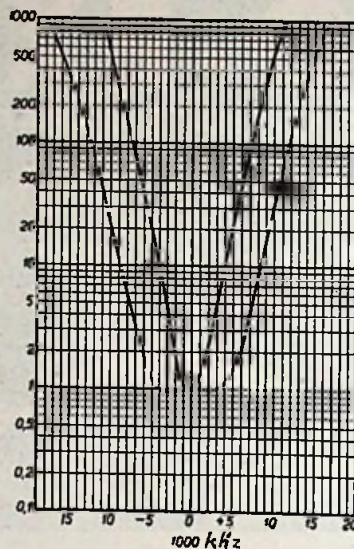
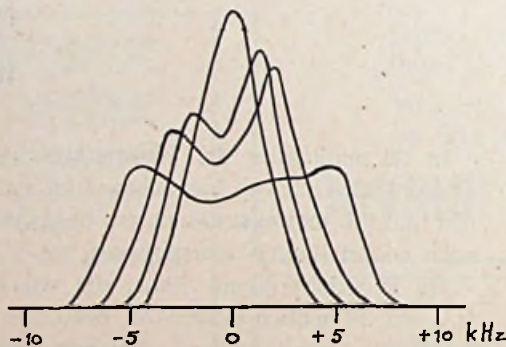

Fig. 1.
Fig. 2.
mee men zulk een nauwkeurig te bepalen ingangssignaal kan geven. In fig. 1 zijn de krommen weergegeven, welke volgens de beschreven meetmethode worden ver-
Men ziet uit fig. 1, dat de bandbreedten van 8 en 15 kHz, die de opgegeven grenzen vormen van de bandbreedte-regeling, corresponderen met de sterkteverhouding 10. Men kan n.l. nu ook zeggen, dat de uiterste doorgelaten modulatiefrequenties van 4 en 7.5 kHz bij de twee uiterste instellingen 10-voudig verzwakt zullen zijn tegenover de lage tonen.
In dit verband is het zeer belangwekkend, eens ter vergelijking hier naast te stellen de krommen van fig. 2, waar wij voor hetzelfde toestel een beeld laten zien van een viertal verschillende bandbreedte-instellingen, zooals dat beeld zich vertoont op het scherm van een kathodestraaloscillograaf. Hierbij kan aan het toestel een ongemoduleerde input worden toegevoerd, waarbij alleen door een snel draaienden trimmercondensator de toegevoerde frequentie voortdurend over een vrij breeden band ter weerszijden van de afstemfrequentie wordt gewijzigd. De krommen geven de spanningen aan den diodedetector weer, waarbij hier voor elke bandbreedte-instelling in eens een volledig beeld van de bandfilterkromme ontstaat.
Afwijkingen, zoals fig. 2 laat zien, schijnen, voor zoover wij op het gehoor kunnen oordeelen, voor de weergave intusschen niet merkbaar te schaden.
Overigens terugkomende op hetgeen wij zeiden naar aanleiding van fig. 1, is het opvallend, dat fig. 2 zoo precies de kleinste bandbreedte van 8 en grootste van 15 kHz in het licht doet treden en niet de ver uitlopende „voeten” der krommen van fig. 1 laat vermoeden. Daarbij is in aanmerking te nemen, dat
in fig. 1 de sterkteverhoudingen op logaritmische schaal zijn geteekend (gelijke afstanden voor elk tienvoud), terwijl de oscillograafbeelden van fig. 2 op eenvoudig lineaire schaal verschijnen. Bovendien kan het wezen, dat de gevoeligheidsdrempel der diode nog een rol speelt.
Aangeteekend moge worden, dat de krommen van fig. 2 werden opgenomen onder uitschakeling van de automatische sterkteregeling.
**U.K.Golf.** Het schema voorgesteld in fig. 1, bevat een afgestemden signaalkring, die gecombineerd voor h.f. lamp en menglamp dienst doet. Daardoor heeft men maar 2 afstemcondensatoren  $C_1$  en  $C_2$  noodig, die tevens dienst doen als **band instelcapaciteit**, waarna de band zelf éénknops door twee 20  $\mu\mu\text{F}$  Hammarlund condensatoren wordt afgezocht. Alle condensatoren  $C_1$ ,  $C_2$ ,  $C_3$  hebben een verlengas (Eddystone cat no. 1008, 4" paxoline buis, 3" metaal as) en staan 5" (ongeveer 12½ cm) van de frontplaat af, die niet gemetalliseerd is, en waarop 3 knoppen komen met 180° fijnregeling 1 : 6 maximaal. De twee 20  $\mu\mu\text{F}$  condensatoren staan onderling met zoo'n 3" paxoline buis, dus geïsoleerd t.o.v. elkaar verbonden, stekend door een koperen scherpje, dat geaard is, zoodat ze elkaar niet kunnen „zien”.